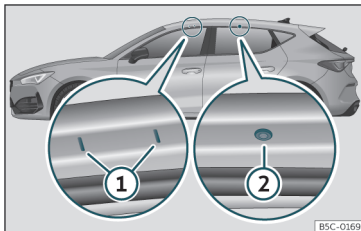

Fig. 135 Puntos de fijación de las barras longitudinales para el portaequipajes del techo (Leon).
Los puntos de fijación delanteros y traseros ① y ② sólo pueden verse con las puertas abiertas >>> **fig. 135**.